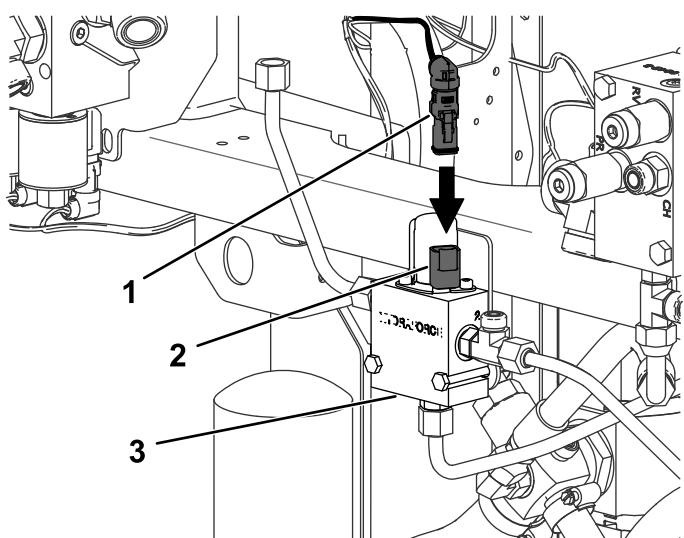

Bild 31
- 12. Stecken Sie den abgewinkelten Stecker vom neuen Kabelbaum in die Spule am 3-Weg-Verteiler (Bild 31).